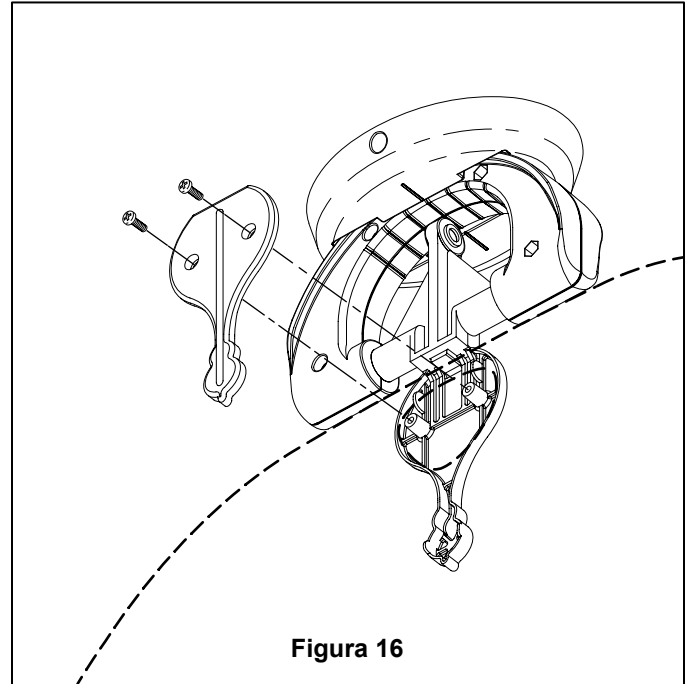

Figura 16
5. Ajuste ambos tornillos para asegurar el aspa. Figura 16